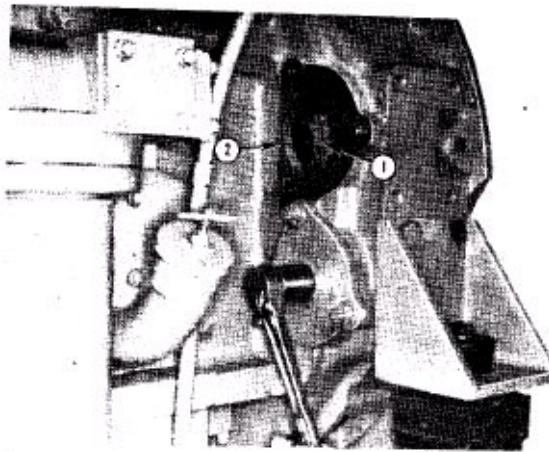

Рис. 2-61. (K21919) Валоповоротный механизм двигателя.
3. При проворачивании двигателя со стороны левого блока цилиндров синхронизирующие отметки вентиляционного отверстия «А» кожуха маховика (1, рис. 2-61) следует совместить с выгравированной отметкой (2), если смотреть через отверстие «С» в кожухе маховика